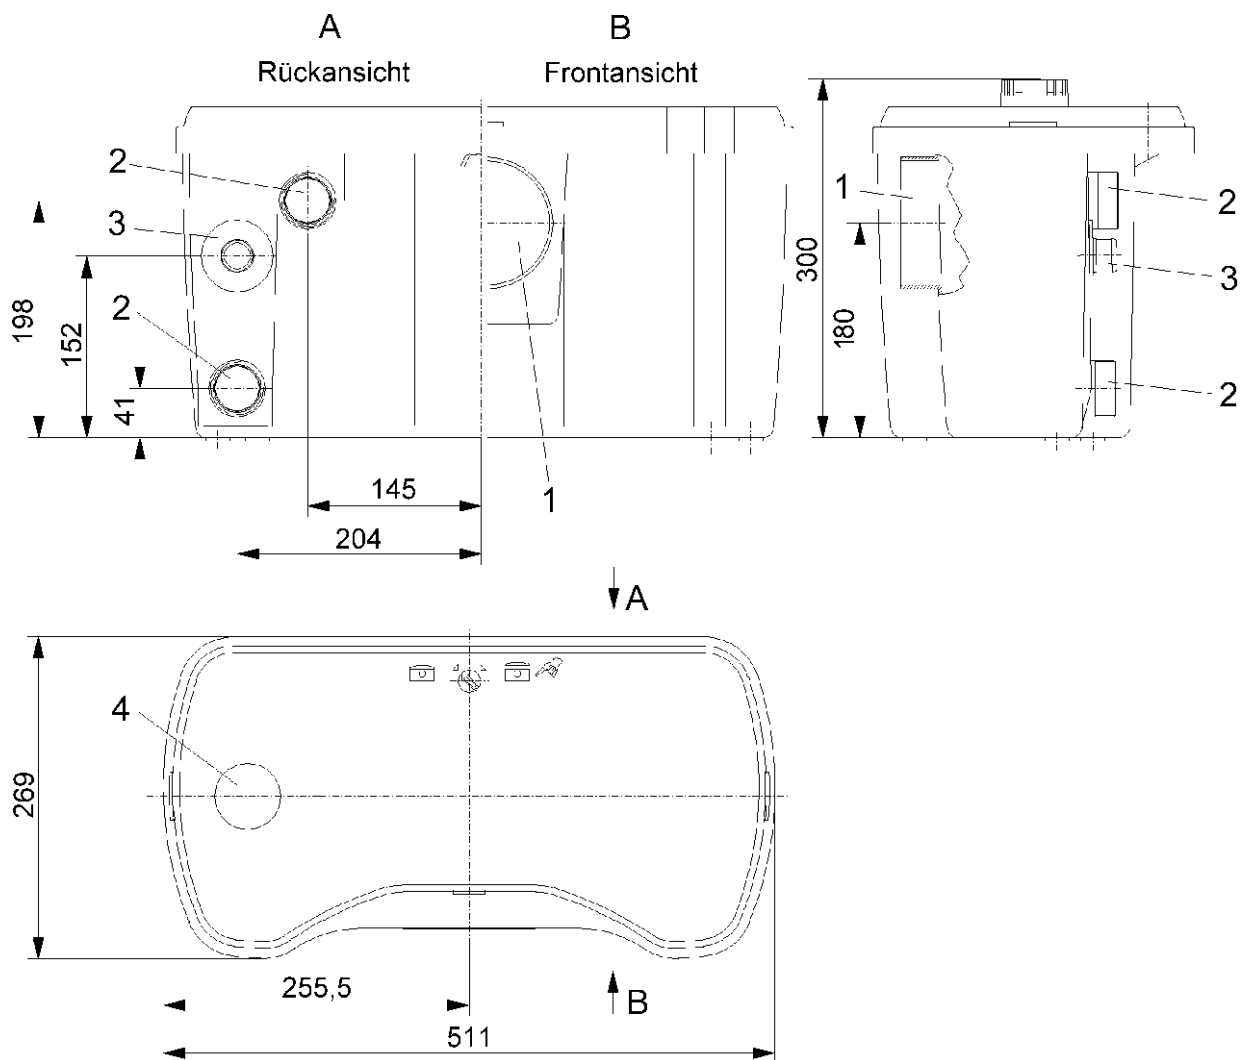

РИС.1
Работающая в автоматическом режиме фекальная установка (рис.1) состоит из газо- и водонепроницаемой сборной емкости, изготовленной из искусственного материала, которая устанавливается непосредственно за стоящим на полу унитазом с горизонтальным отводом (стандарт DIN EN 37). Уплотнение входного патрубка (рис.1, поз.1) осуществляется с помощью самоуплотняющейся манжеты.
Входы (рис.1, поз.2) для 2-х дополнительных приборов и напорный трубопровод (рис.1, поз.3) находятся на тыльной стороне емкости. Имеющееся позади установки свободное пространство упрощает разводку труб. Благодаря этому подводы и напорную магистраль можно подключать с обеих сторон.
- Другие приборы (например, умывальник, биде или душ) подключаются к входам (рис. 1, поз. 2). Для этого необходимо удалить с них заглушки. Затем надеть на подводящую трубу (внешний диаметр 40 мм, обычная пластиковая